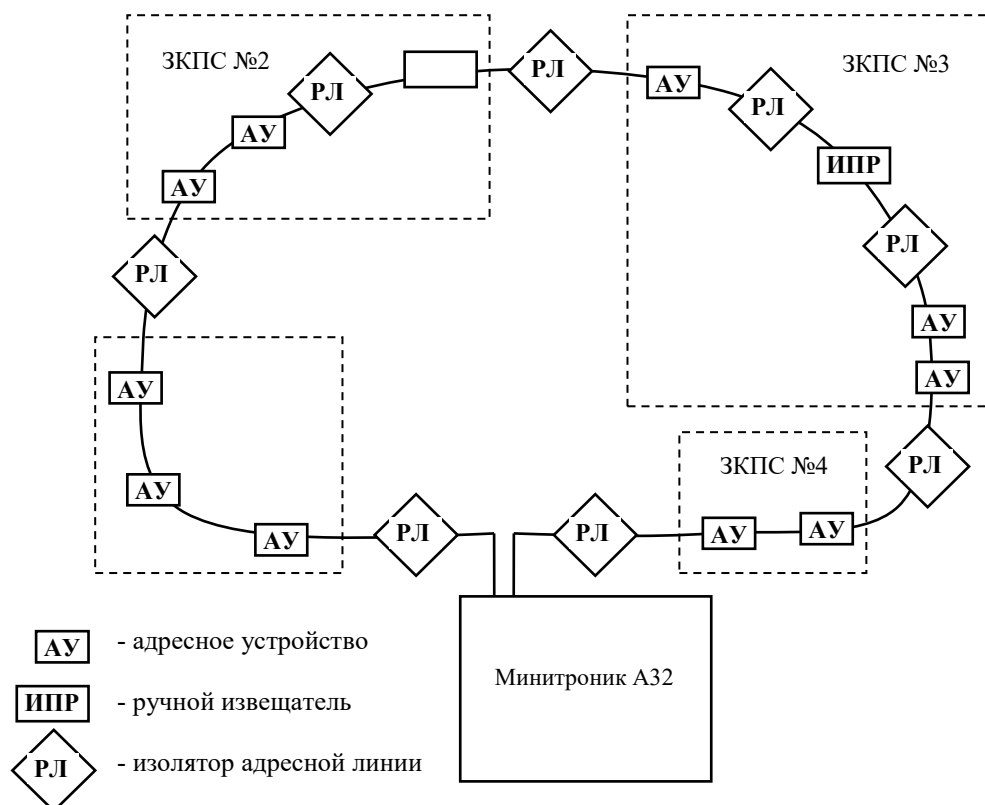

Рис. 6. Архитектура кольцевой адресной линии.
6.1.5. Проложить адресную линию кабелем UTP-1 или UT 505нг(А)-FRLS FE 180 1х2х0,5mm (0,2мм²) или 1х2х0,8mm (0,5мм²), UT 505нг(А)-FRHF FE 180 1х2х0,5mm по оптимальному маршруту так, чтобы максимальное удаление адресных устройств от любой из клемм АПКП по длине адресной линии не превышало допустимого значения, которое в зависимости от количества АУ составляет от 2 до 3 тысяч метров (см. рис.6).
6.2.1. АПКП обслуживает адресные линии, соединенные по лучевой или кольцевой схеме с ответвлениями (см. рис.6,7).